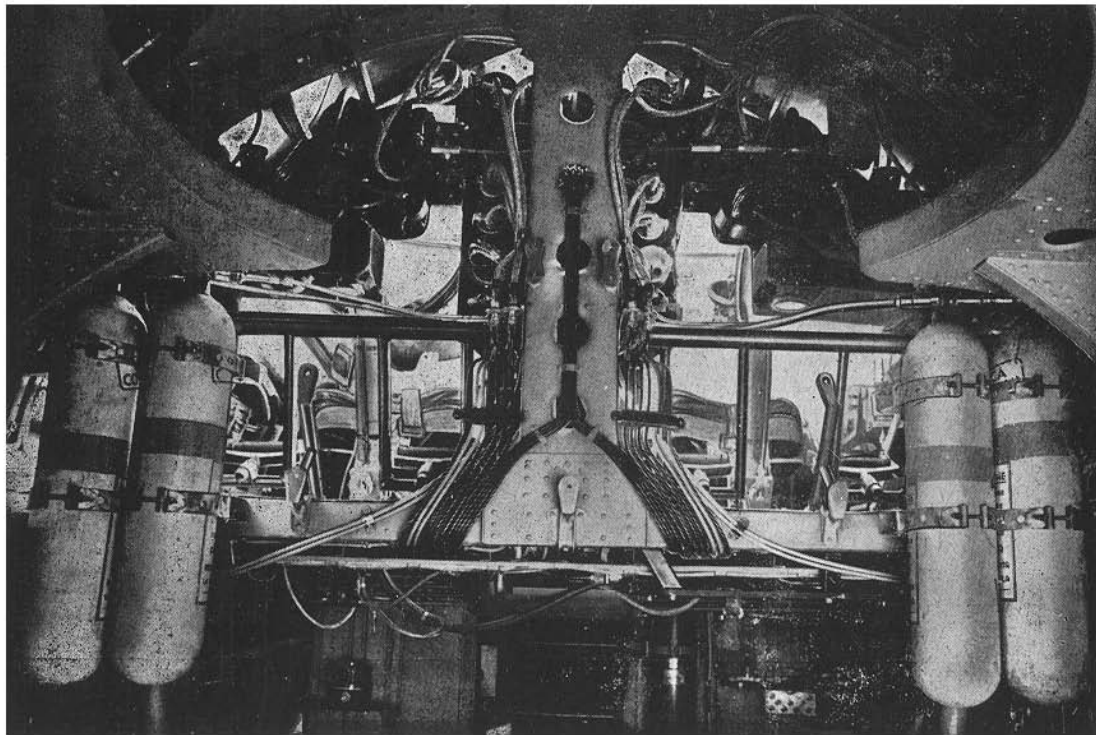

Fig. 86
E' del tipo SILMA CO². L'anidride carbonica che costituisce il liquido ignifugo è contenuto in quattro bombole (6) da 4 litri ciascuna, sistemate avanti la cabina piloti, due sulla fiancata destra e due sulla fiancata sinistra (fig. 86).